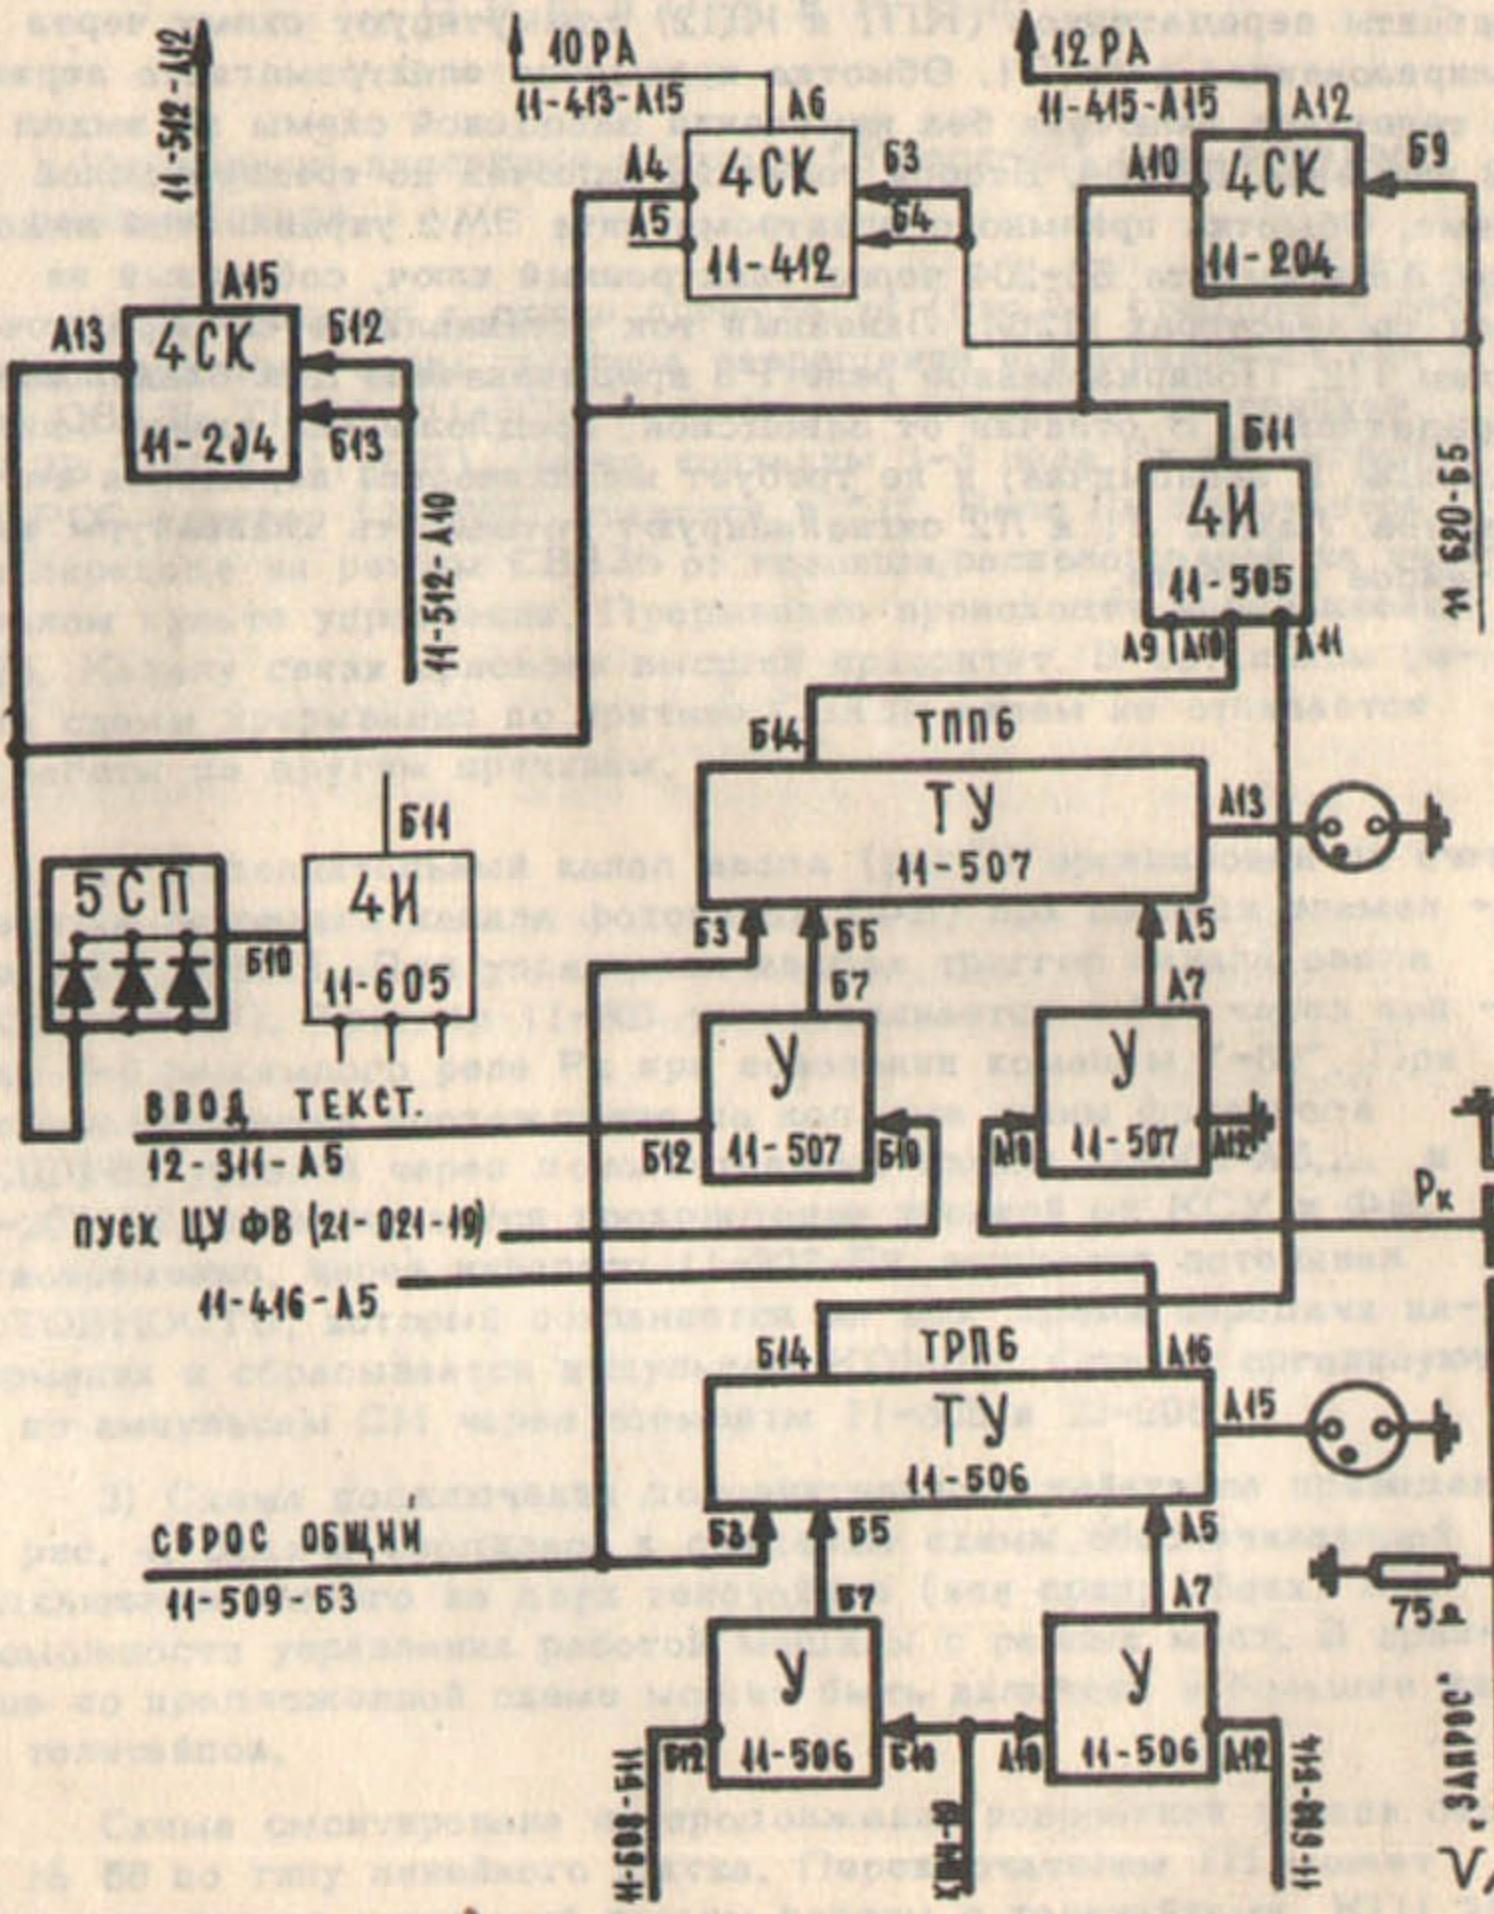

Рис. 2 Дополнения к схеме прерываний
1) Дополнения к схеме прерывания (рис.2), сведены к введению двух триггеров: триггера разрешения прерывания по причине СВЯЗЬ ТРП6 (11-506) и триггера прерывания по причине СВЯЗЬ ТПП6 (11-507). Через контакты 1-3 реле Рк по сигналу ЗАПРОС триггер (11-507) ставится в "1". Реле Рк включается при переходе на режим СВЯЗЬ от клавиши, расположенной на центральном пульте управления. Прерывание происходит через ячейку 0025. Каналу связи присвоен высший приоритет. В остальном работа схемы прерывания по причине СВЯЗЬ ничем не отличается от работы по другим причинам.